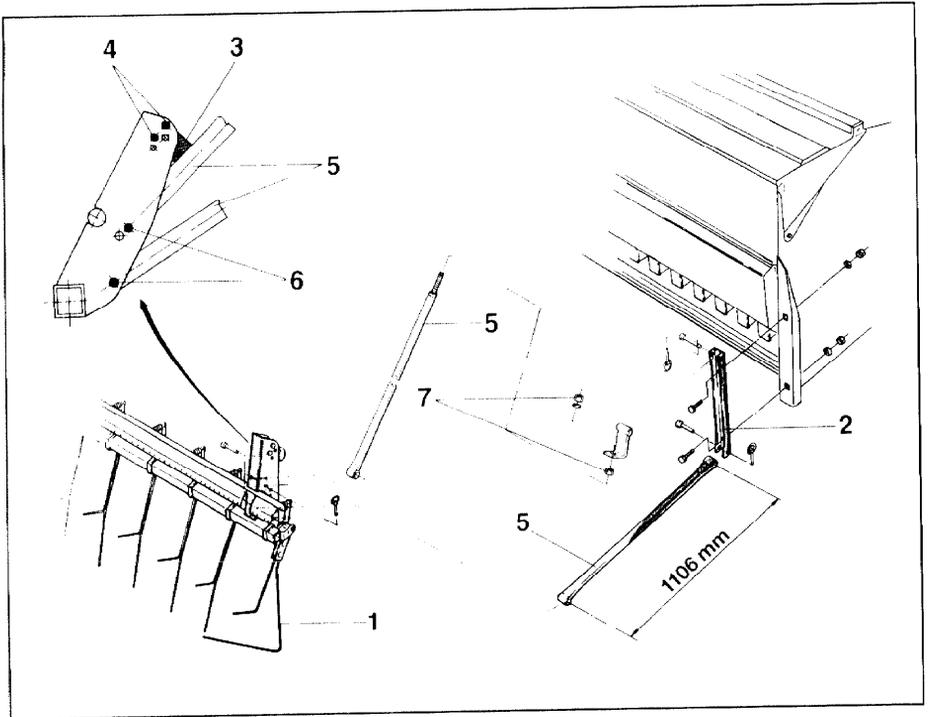

Fig.60
Nach der Aussaat wird das Saatgut gleichmäßig vom Exaktstriegel (Fig. 60/1) mit Erde bedeckt. Der Exaktstriegel arbeitet, wie die Rollschare, auch beim Vorhandensein von viel organischer Masse absolut verstopfungsfrei.
- Taschen (Fig. 60/2) in entsprechender Anzahl am Saatkasten befestigen.
- Schwingmetallpuffer (Fig. 60/3) in den Bohrungen (Fig. 60/4) der Halterungen anschrauben.
- Halterohre (Fig. 60/5) mit Bolzen an den Halterungen des Exaktstriegels in den Bohrungen (Fig. 60/6) und an den Taschen (Fig. 60/2) abstecken und sichern.
- 1) Die V-förmigen Enden des Exaktstriegels sind so einzustellen, daß sie etwa waagrecht auf dem Boden liegen und nach unten 5 bis 8 cm Tiefgang haben. Dies erfolgt durch Verstellen der oberen Halterohre mit Hilfe der Kontermuttern (Fig. 60/7).
Zum Straßentransport sind die **äußeren** Striegelelemente (Fig. 60/1) durch Lösen der Ringschraube (Fig. 61/2) vom Quadratrohr abzunehmen (Abdrehkurbel benutzen), damit die zulässige Transportbreite nicht überschritten wird. Exaktstriegel danach mit der Verkehrssicherungsleiste (siehe Pkt. 31) ausrüsten.